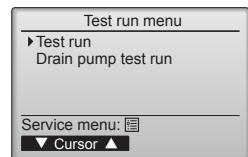

Fig. 7-2
- เลือก "Test run" จากเมนูทดลองเดินเครื่อง และกดปุ่ม [SELECT] (Fig. 7-2)